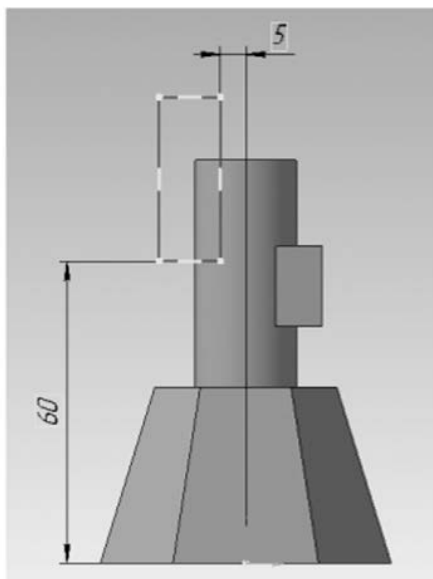

Рис. 7.2-Построение эскиза для выреза
6.1. На *Дереве модели* выделяем плоскость *XУ*, входим в режим *Эскиза* и с помощью команды *Прямоугольник* строим прямоугольник произвольных размеров и положения, а затем, перейдя к команде *Линейный размер*, задаем два размера положения прямоугольника (рис. 7.2).